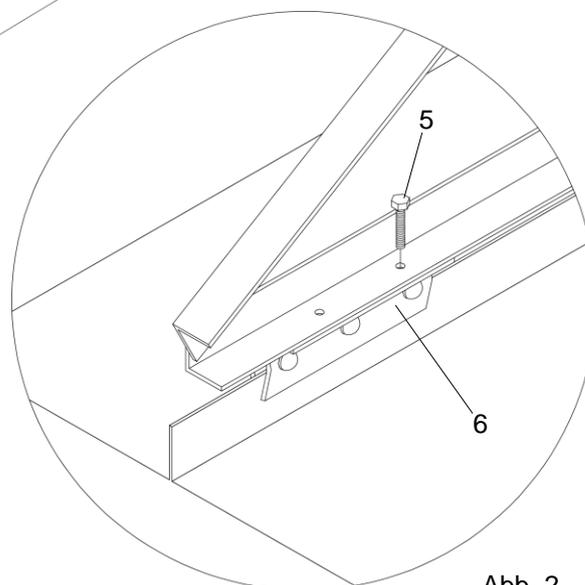

Abb. 2
4. Die Aufstellgarnituren (Zubehör, extra bestellen) werden jeweils mittels SK-Schrauben M10 (5) und Muttern M10 (6) an die Blechfalzklemmen befestigt (siehe auch Abb. 2).